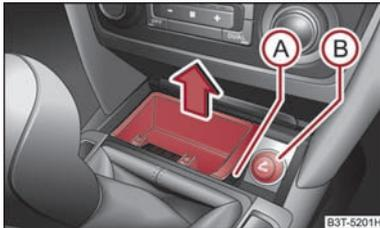
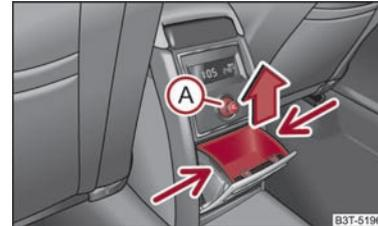

Abb. 102 Mittelkonsole: Aschenbecher vorn
Abb. 103 Mittelkonsole: Aschenbecher hinten
- Fassen Sie den Einsatz des Aschenbechers an der Stelle (A) ⇒ Abb. 102 und nehmen Sie ihn in Pfeilrichtung heraus.
- Fassen Sie den Einsatz an den mit Pfeilen gekennzeichneten Stellen ⇒ Abb. 103 an und nehmen Sie es heraus.
- Drücken Sie den Anzünderknopf **(A)** ⇒ Abb. 103 oder **(B)** ⇒ Abb. 102.